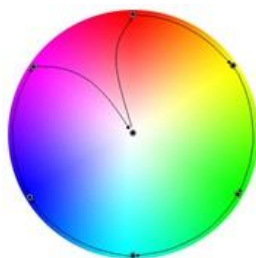

Figura 15. Variación de color
- “[C] **Color RGB**”: objeto de tres bytes que permitirá establecer directamente la luminosidad de cada componente (entre 0 y 255). Así, el primer byte indicará la luminosidad del canal rojo (R), el segundo byte la del canal verde (G) y el tercer byte la del canal azul (B).
- “[C] **Variación de color**”: objetos homónimos de uno y cuatro bits que permiten iniciar o interrumpir la secuencia de barrido de color (Figura 15).